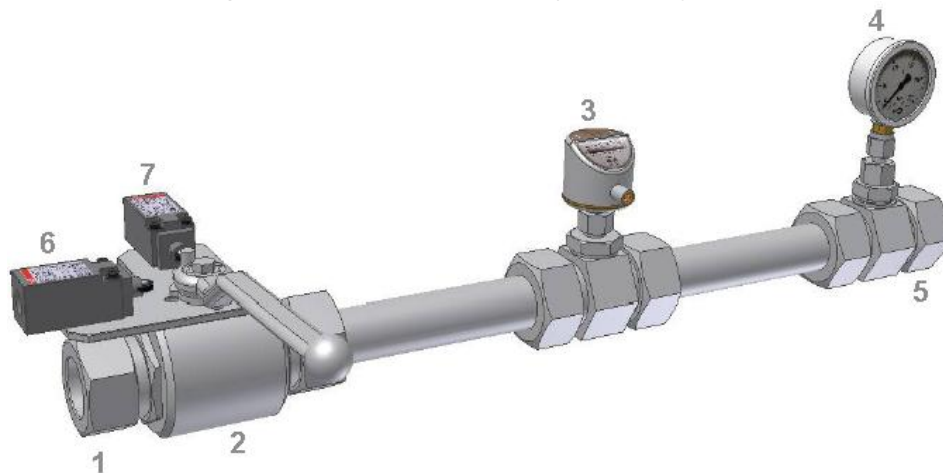

Figura 1: AN/VCx
- 2.- Válvula de bola, para el corte manual del flujo, con supervisión del estado mediante 2 finales de carrera (equipos 6 y 7 de la figura 1)
- Sensor de caudal (figura 1, elemento 3).
- Final de carrera (figura 1, elemento 6 y 7).